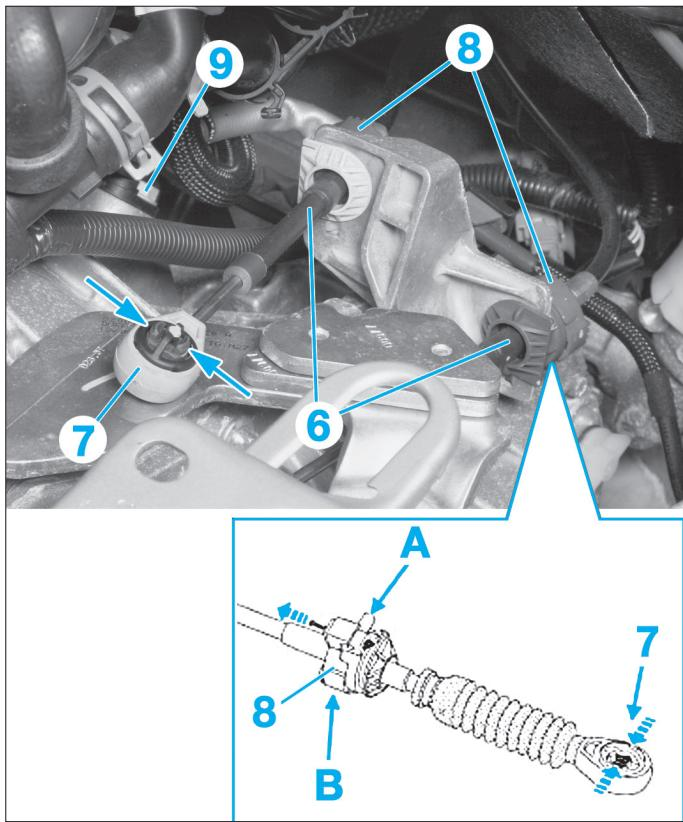
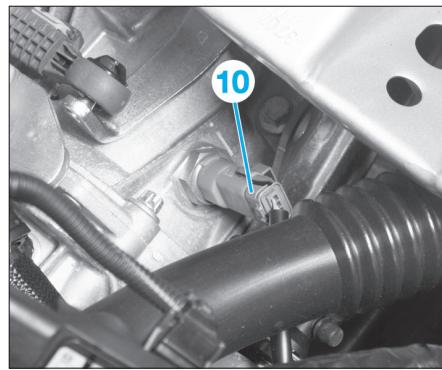

FIG. 7
FIG. 8
- Dégrafer les 2 câbles de commande (6) des rotules (7) en appuyant sur les clips de chaque côté (Fig.7).
- Dégrafer les 2 câbles de commande des arrêts de gaine (8) en tirant sur la goupille en (A) et en dégagant l'arrêt de gaine en le levant en (B).
- Déposer la vis du capteur de régime et de position (9) et le déposer.
- Débrancher le connecteur du capteur de marche arrière (10) (Fig.8).
- Dégrafer les câbles de commande et de sélection de vitesses sur la boîte (Fig.7).